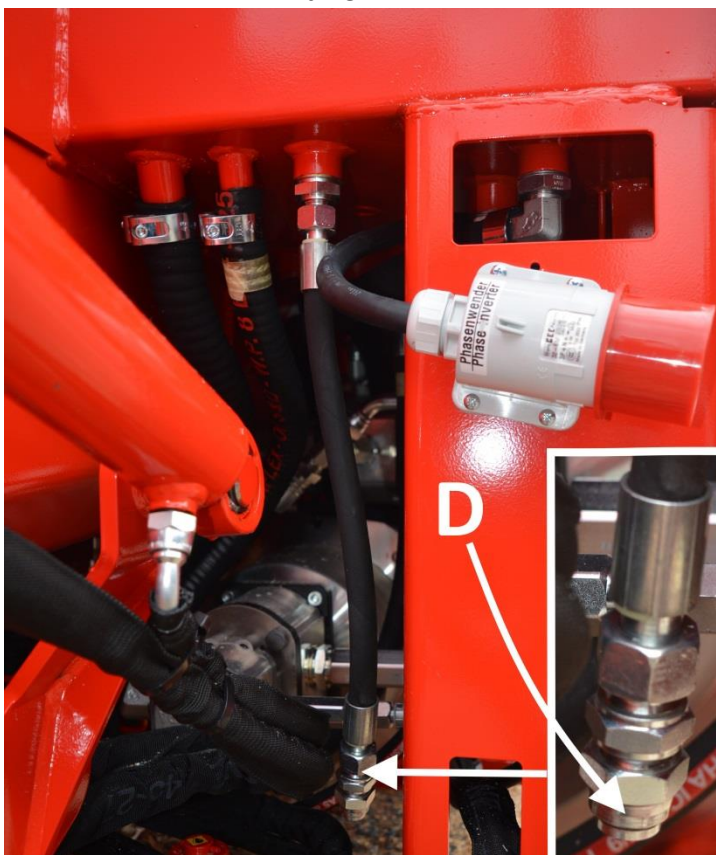

Bild 30.
3. Avlägsna propp D i avtappningsslangen på bild 30 och tappa ut den gamla oljan.
6. Kontrollera med mätaren B på bild 30 att oljenivån är nära maximinivån.